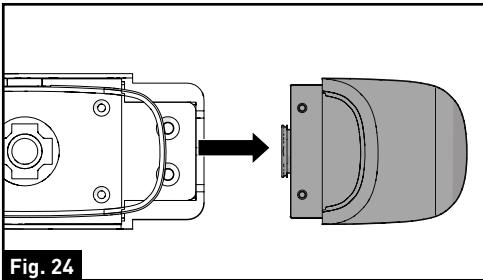

Fig. 24
4. Tire para quitar la parte decorativa del semáforo y guárde la en un lugar seguro en caso de uso futuro. (Fig. 24)